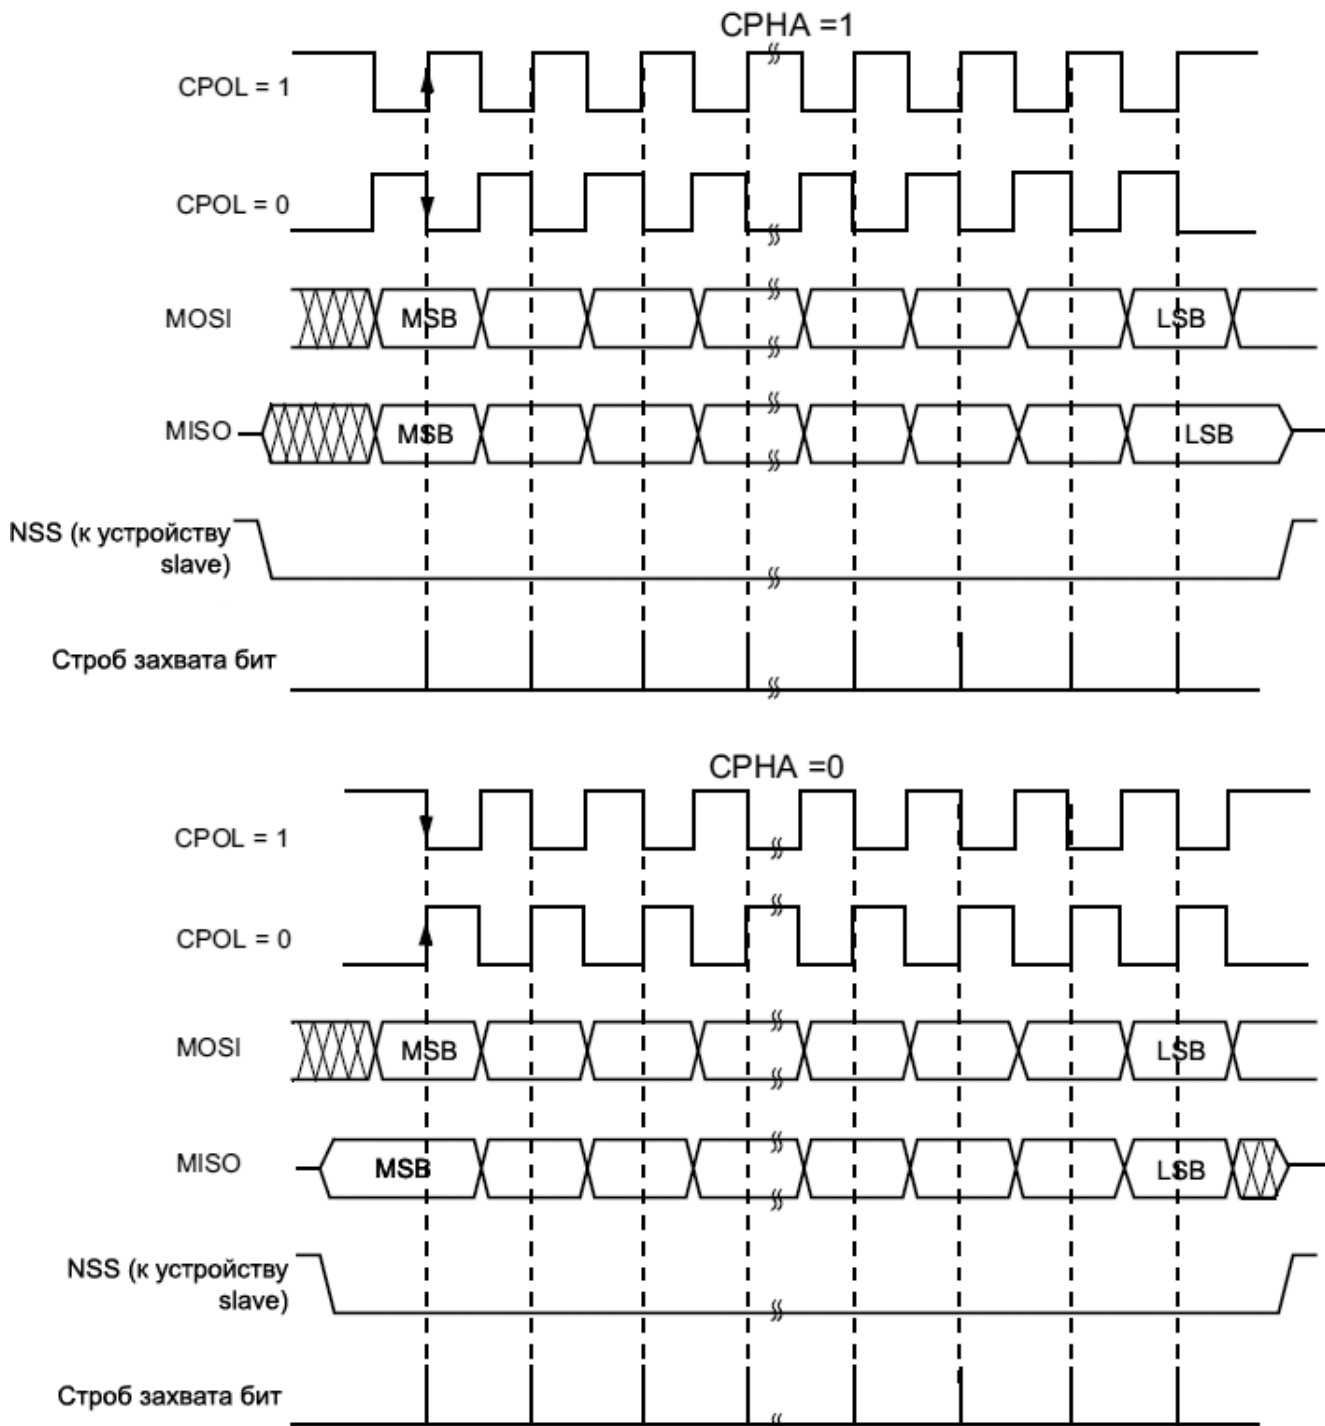

Рис. 248. Диаграммы сигналов для разных вариантов формата фрейма.
Рис. 248 показывает передачу данных SPI для всех четырех возможных комбинаций бит CPHA и CPOL. Эта диаграмма может быть интерпретирована как диаграмма сигналов master или slave, где выводы SCK, MISO, MOSI соединены напрямую между устройствами master и slave. Порядок следования бит, когда старший бит (MSB) идет первым, выбран по умолчанию (бит LSBFIRST=0 в регистре SPI_CR1).
2. Значение бит CPOL и CPHA, чтобы определить один из 4 возможных вариантов поведения данных и тактов (см. рис. 248). Чтобы корректно передавать данные, биты CPOL и CPHA должны быть сконфигурированы одинаково у slave и у master. Этот шаг не требуется, когда битом FRF в регистре SPI_CR2 выбирается режим TI.
2. Значениями бит $CPOL$ и $CPHA$ выберите один из 4 вариантов взаимодействия сигналов тактов и данных (см. рис. 248). Этот шаг не требуется, когда выбран режим TI.